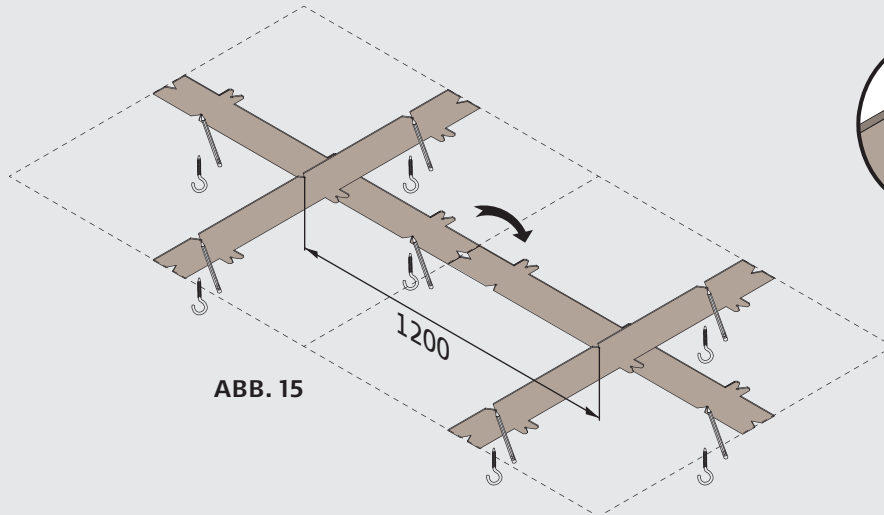

ABB. 15
**11:** Benutzen Sie die Schablone zur Markierung der Position der Haken für die Drahtseile an der Unterlage, die das Troldekt® Elements Deckensegel tragen soll (Abb. 15 und 16).